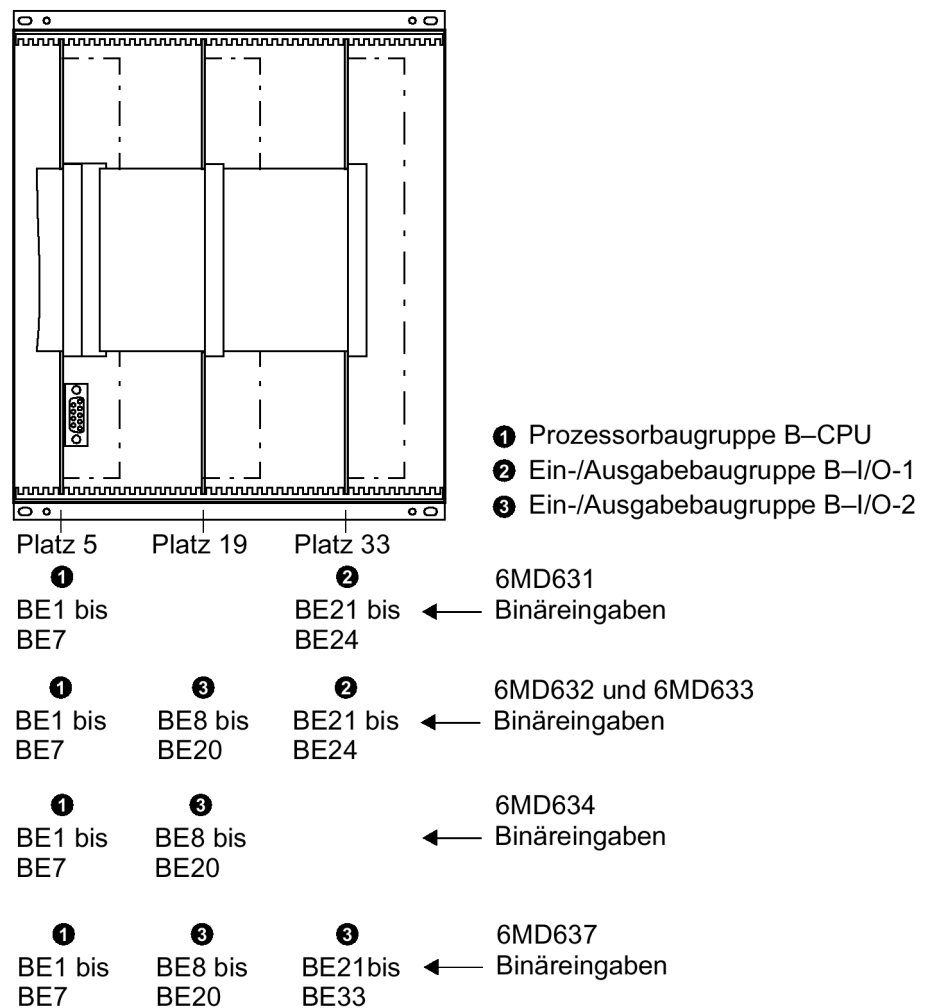
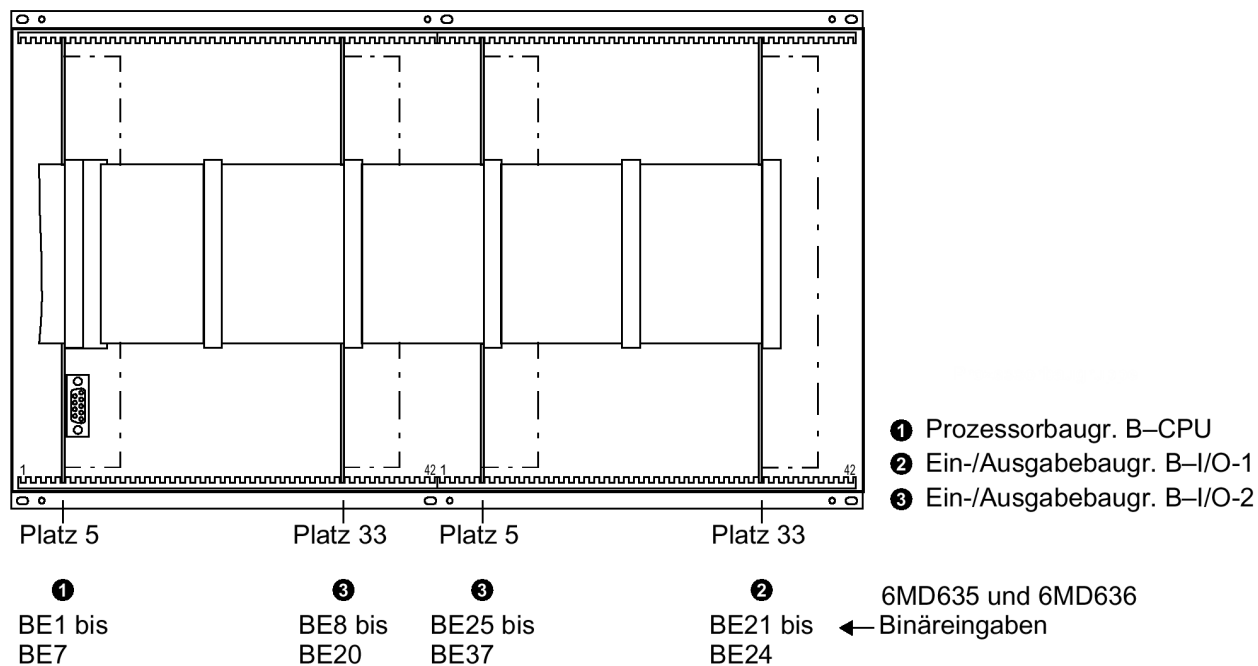

Bild 3-1 Frontansicht 6MD63 Gehäusegröße $1\frac{1}{2}$ nach Entfernen der Frontklappe (vereinfacht und verkleinert)
Bild 3-2 Frontansicht 6MD635 und 6MD636 Gehäusegröße $\frac{1}{1}$ nach Entfernen der Frontkappe (vereinfacht und verkleinert)
- Steckverbinder des Flachbandkabels zwischen Prozessorbaugruppe B-CPU (Nr. 1 in Bild 3-1 und Bild 3-2) und der Frontkappe an dieser lösen. Hierzu die Verriegelungen oben und unten am Steckverbinder auseinander drücken, so dass der Steckverbinder des Flachbandkabels herausgedrückt wird. Bei der Gerätevariante mit abgesetzter oder ohne Bedieneinheit entfällt diese Tätigkeit. Dafür muss von der Prozessorbaugruppe B-CPU (Nr. 1) der 7-polige Steckverbinder X16 hinter der DSUB-Buchse und der Steckverbinder des Flachbandkabels, welches zu dem 68-poligen Steckverbinder der Geräterückseite führt, gelöst werden.